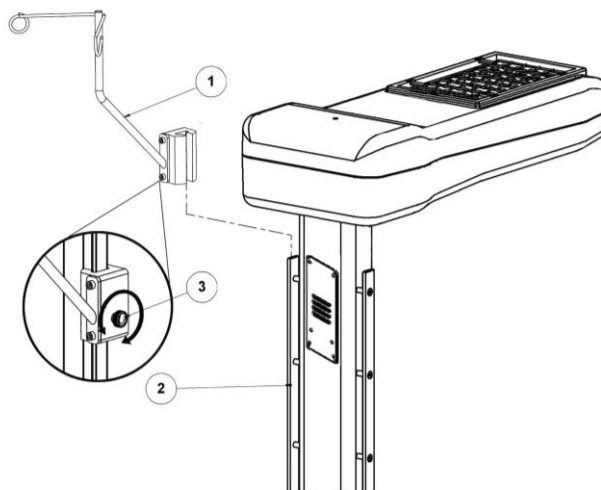

Figura 64 – Montagem do Suporte de Soro Menor Móvel
- Colocar o mancal com o suporte de soro (1) na régua para fixação de acessórios (2), conforme figura 64.
- Posicionar o mancal (1) na régua (2) na posição desejada e girar o manípulo (3) do mancal para direita para fixá-lo na régua.